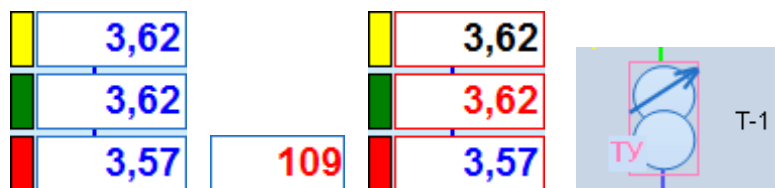

Рисунок 6
- **розовый** – данные тега имеют плохое качество сигнала и недостоверные значения, например, рисунок 6.